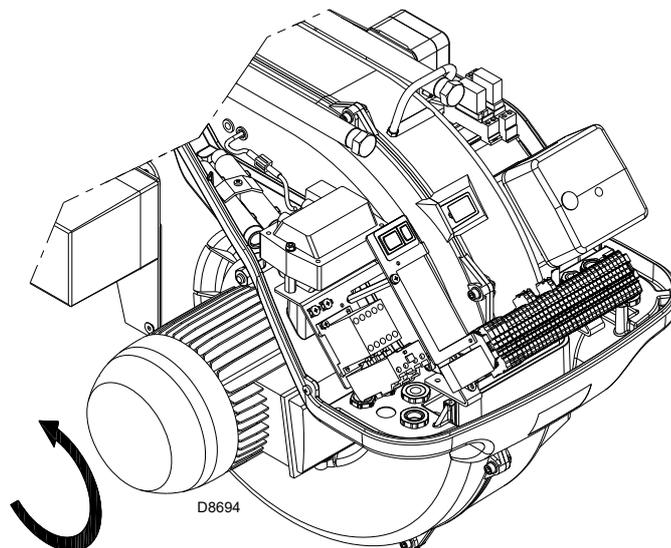

Fig. 29
- controllare il senso di rotazione della girante del ventilatore dal visore fiamma (Fig. 29).
- controllare il senso di rotazione del motore ventilatore come in Fig. 29.